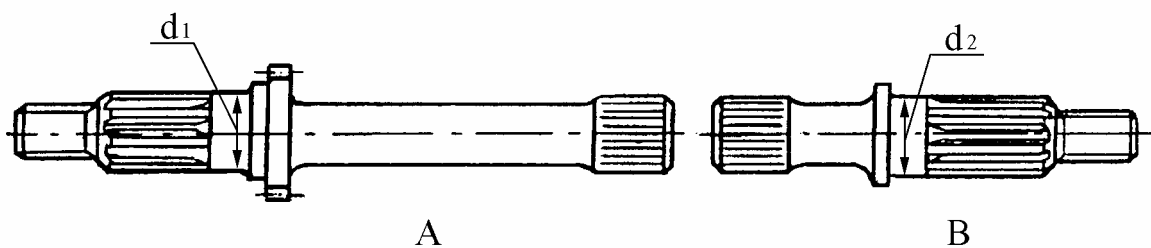

Рис.34. Валы:
4.16 ВАЛ ПРИВОДА ПЕРЕДНЕГО МОСТА 2121-1802110 И ВАЛ ПРИВОДА ЗАДНЕГО МОСТА 2121-1802186 (рис.34).